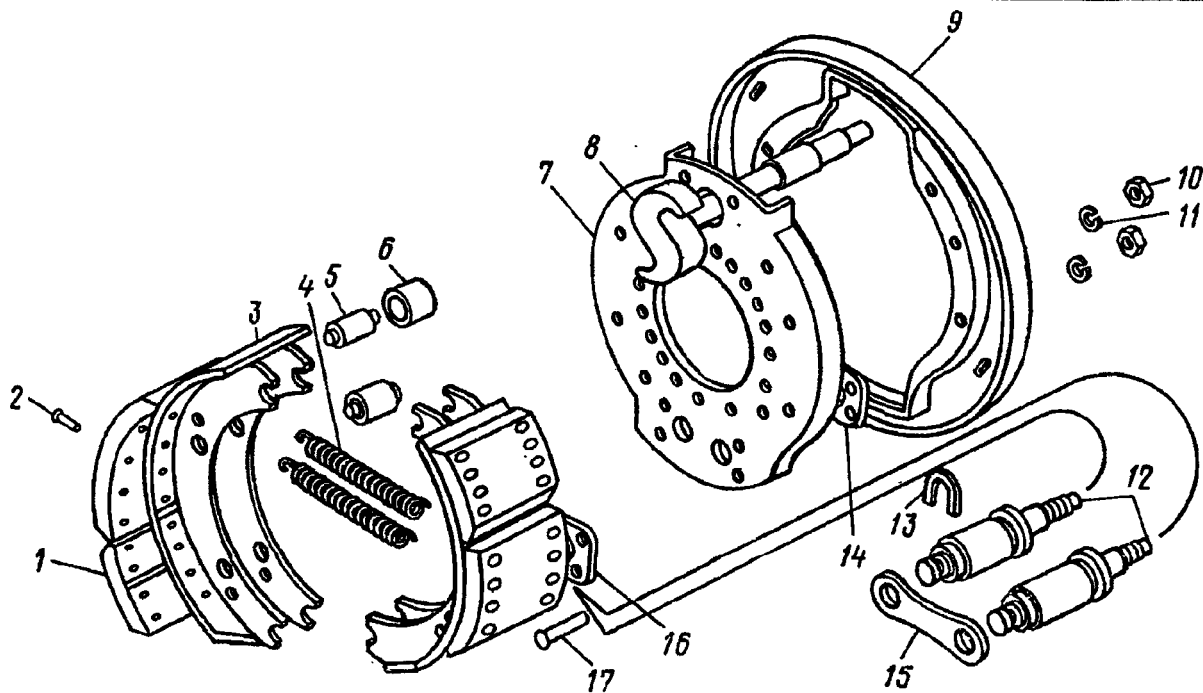
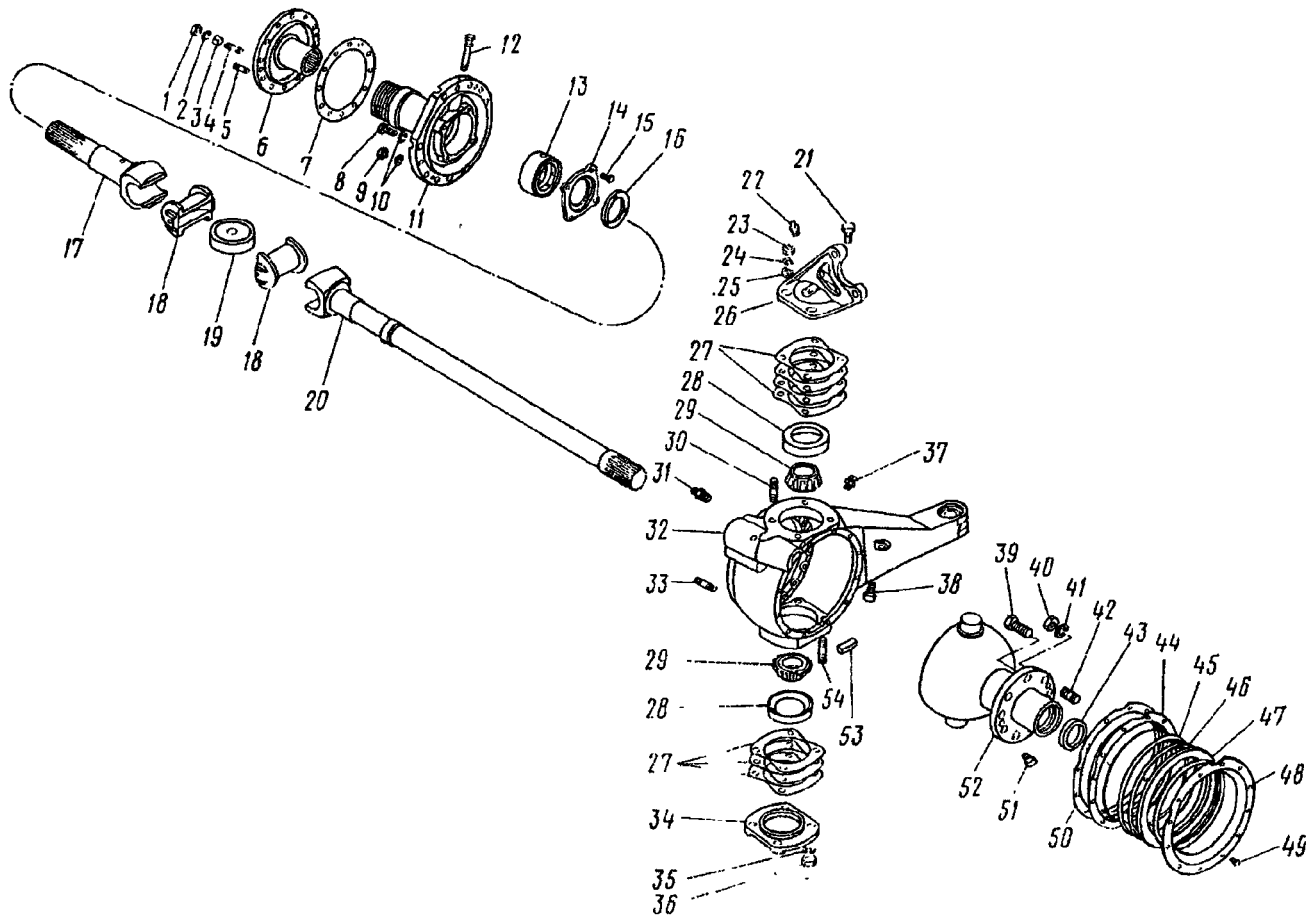
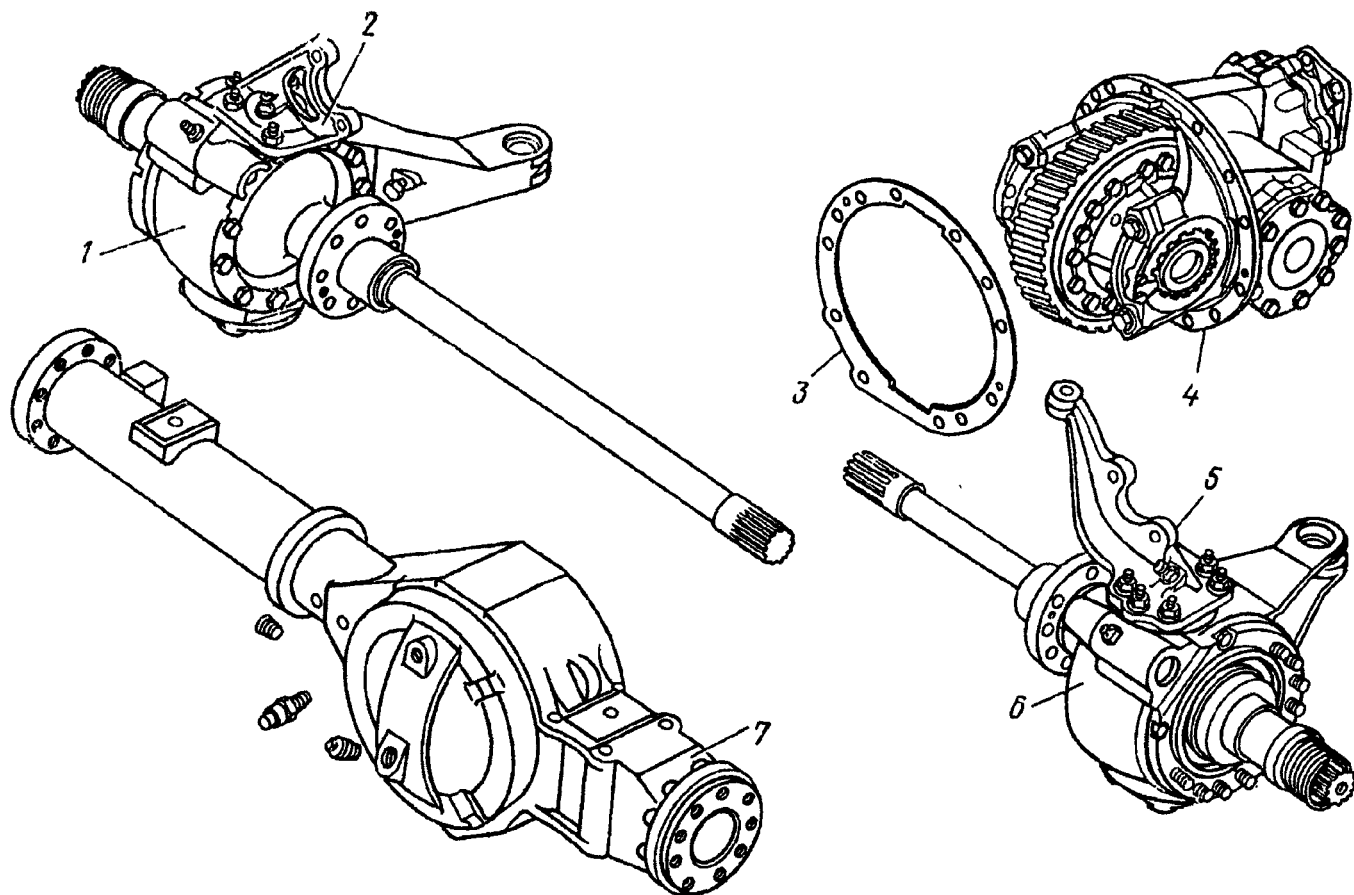

Рис. 200. Механизм тормозной:
Рис. 201. Поворотный кулак правый переднего моста:
Рис. 202. Мост передний:
3. Отверните гайки 1 (см. рис. 201) крепления ведущего фланца 6, снимите со шпилек 4 пружинные шайбы 2, разжимные втулки 3, снимите ведущий фланец и прокладку 7	Ключ 19 мм
6. Снимите пружины 4 (рис. 200) тормозных колодок, чеки 13, накладку 15 осей колодок, колодки 3 с роликами 6 с осей 12 колодок	Бородок, молоток
<p>9 Отверните гайки 9 (рис. 201) и отверните болты крепления тормозного суппорта и цапфы, к корпусу поворотного кулака, снимите со шпилек 5 пружинные шайбы 10, суппорт 7 (см. рис. 200) и щиток 9</p> <p>10 Отверните гайки 40 (см. рис. 201), выверните болт 39 крепления шаровой опоры к картеру моста, снимите пружинные шайбы 41 со шпилек 42</p> <p>11 Выпрессуйте поворотный кулак из картера моста 7 (рис. 202), вверните технологические болты, и установите его на стенд. Эту операцию можно выполнять два человека</p> <p>12 Выполните переходы 2—11 для другой стороны моста</p> <p>13 Снимите цапфу 11 (см. рис. 201), кулак 17 шарнира наружный с вкладышем 18, диск 19 шарнира</p> <p>14 Выверните болты 15 крепления упорного кольца 14, снимите упорное кольцо и выпрессуйте из него шайбу 15</p> <p>15 Выверните штуцер 12 подвода воздуха и снимите головку 13 подвода воздуха</p> <p>16 Выньте вкладыш 18, кулак 20 шарнира внутренний правый</p> <p>17 Выверните болты 49 крепления шайбы 18 сальника</p>	<p>Ключ 19 мм, технологические болты М12×1,25×50 (2 шт.)</p> <p>Ключ 27 мм, сменная головка 27 мм, вороток</p> <p>Технологические болты М18×1,5-6g (2 шт.)</p> <p>Ключ 13 мм, молоток</p> <p>Ключ 19 мм</p> <p>—</p> <p>Ключ 13 мм</p>
<p>18 Снимите крышку, кольцо 47 уплотнительное в сборе, распорное кольцо 46, сальник 45, обойму 44, прокладку 50</p> <p>19 Отверните гайки 23 крепления верхней накладки 26 правого поворотного кулака, снимите пружинные шайбы 24, разжимные втулки 25 со шпилек 30</p> <p>20 Выверните самоконтрящийся болт 21, масленку 22, снимите верхнюю накладку 26 и регулировочные прокладки 27</p> <p>Примечание. При разборке левого поворотного кулака снимите рычаг 5 (см. рис. 202) поворотного кулака к тяге сошки рулевого управления.</p> <p>21 Отверните гайки 36 (см. рис. 201) крепления нижней накладки, снимите пружинные шайбы 35, накладку 34 и регулировочные прокладки 27</p> <p>22 Снимите наружные кольца 28 подшипников и спрессуйте съемником (см. рис. 48) внутренние кольца 29 (см. рис. 201) верхнего и нижнего подшипников со шкворней шаровой опоры 52</p> <p>23 Выньте шаровую опору из корпуса 32 поворотного кулака</p> <p>24 Выпрессуйте из шаровой опоры сальник 43 в сборе</p>	<p>—</p> <p>Ключ 24 мм</p> <p>Ключ 24 мм, торцовый ключ 10 мм</p> <p>Ключ 24 мм</p> <p>Ключ 24 мм</p> <p>Съемник И801.48.000</p> <p>—</p> <p>Зубило, молоток</p>
29. Снимите главную передачу 4 (см. рис. 202) с прокладкой 3 в сборе. Эту операцию должны выполнять два человека	—